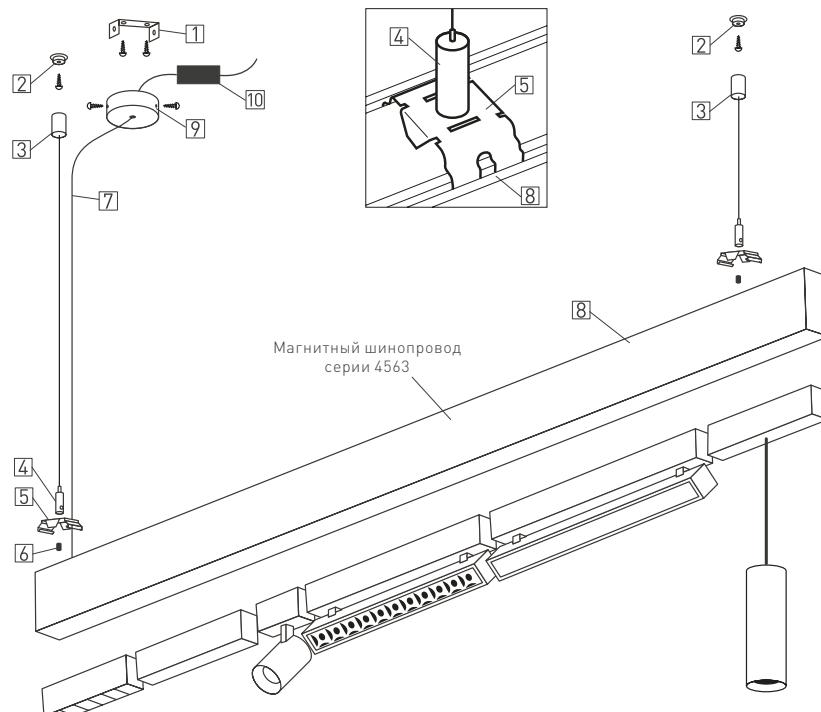

Рис. 3. Установка шинопровода на подвес
- 3.1. Закрепите на монтажной поверхности держатели MAG-BRACKET-45 [1], используя комплектный крепеж (шурп [4] и дюбель [3], поставляются отдельно) (см. рисунок 3).
- 3.2. Закрепите шинопровод в держателях MAG-BRACKET-45 [1], для чего совместите пазы [2] на тыльной стороне шинопровода с пружинными защелками держателя и, преодолевая их упругое сопротивление, защелкните шинопровод в держатель (см. рисунок 3).
- 3.6. Закрепите на монтажной поверхности резьбовые втулки [2] из комплекта «Подвес MAG-HANG-25» и наверните на них ответные части с продетым в них тросом [3] (здесь и далее см. рисунок 3).